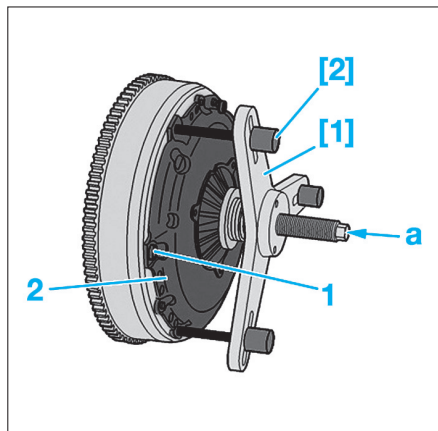

Fig. 1
• Déposer 3 vis (1) (Fig.1).
• Placer les outils [1] et [2], (Fig.1).
• Compresser le mécanisme (2) en agissant sur la vis centrale de l'outil [1] en "a".
• Reposer le mécanisme (2) (Fig.1).
• Positionner les outils [1] et [2] sur le mécanisme d'embrayage (2).
• Visser les 3 tiges de maintien [2] en lieu et place des vis (1).
• Reposer les 3 vis (1), puis les serrer à $2 \pm 0,2$ daN.m.
• Dévisser la vis "a" de l'outil [1] de quelques tours pour détendre le mécanisme d'embrayage (2).
• Poser les vis (1) restantes puis serrer à $2 \pm 0,2$ daN.m.